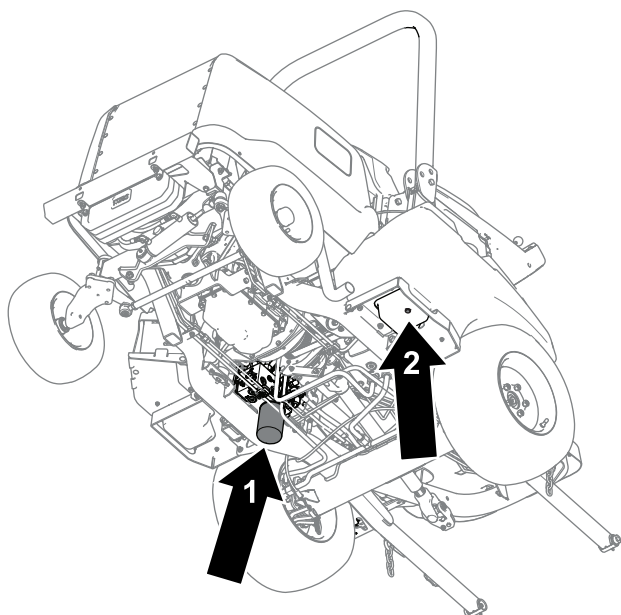

Figura 81
4. Retire el tapón de vaciado (Figura 81) de la parte inferior del depósito y deje que el fluido hidráulico se drene en el recipiente.
6. Coloque un recipiente de vaciado debajo del filtro (Figura 81), retire el filtro y deje que se drene cualquier aceite restante en el recipiente.